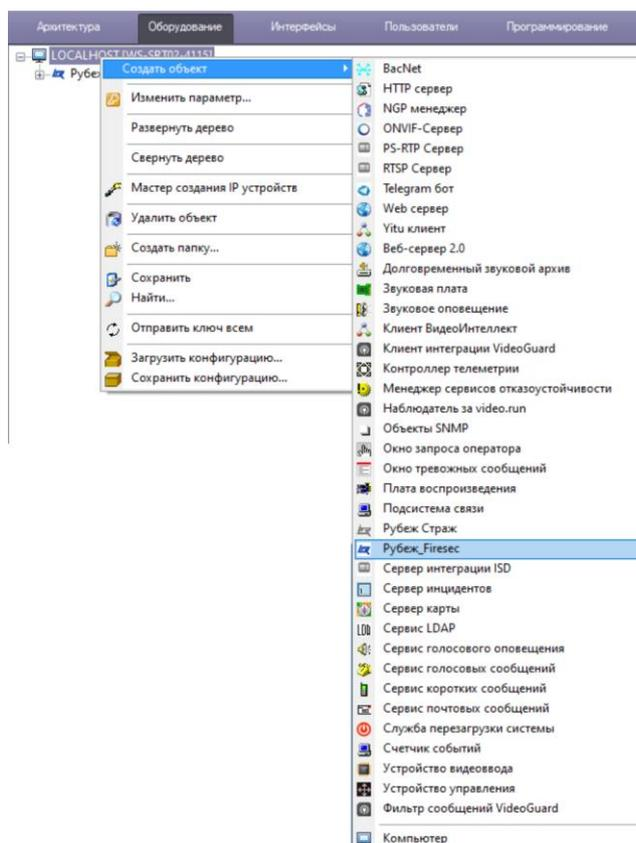

Рисунок 30.2
4) На вкладке **Оборудование** на базе объекта Компьютер создать объект Рубеж_FireSec (рисунок 30.2). Как только объект Рубеж_FireSec появится в дереве объектов